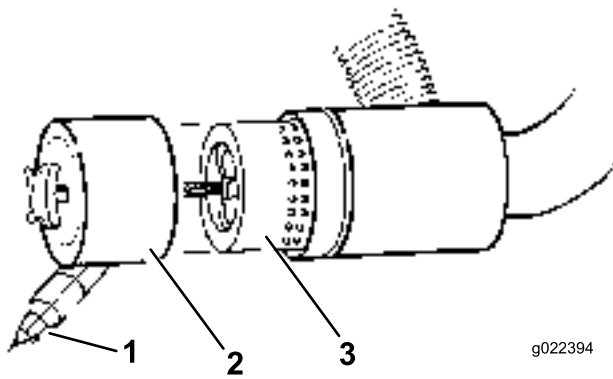

Bild 52
- Nehmen Sie den Filter heraus und wechseln Sie ihn aus (Bild 52).